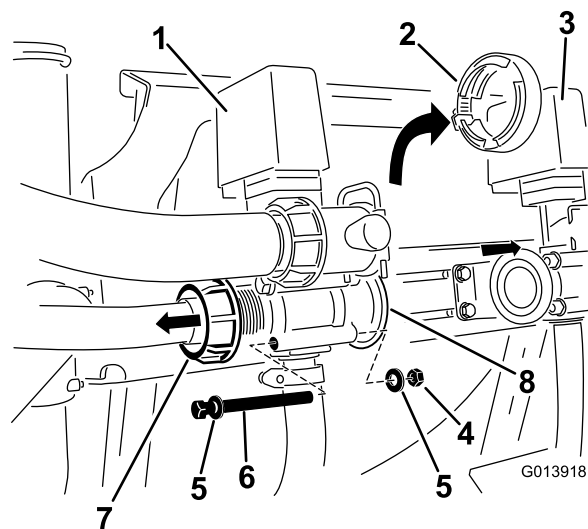

Рисунок 4
4. Найдите барашковую гайку, которая крепит шланг для перемешивания к корпусу клапана перемешивания. Ослабьте барашковую гайку, чтобы отсоединить крепежные детали от корпуса клапана (Рисунок 4).
6. Снимите переходник с корпуса клапана (Рисунок 4).